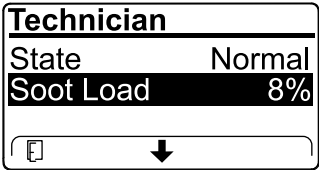

Figura 44
- Veja a carga de fuligem que é medida como percentagem de fuligem no filtro de partículas de gasóleo (Figura 44); consulte a tabela de carga de fuligem.